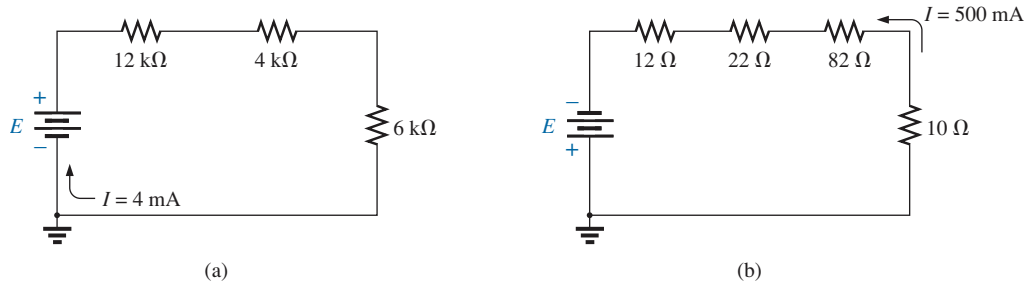

FIG. A4.94
- Determine el voltaje aplicado necesario para desarrollar la corriente especificada en cada circuito de la figura A4.94.